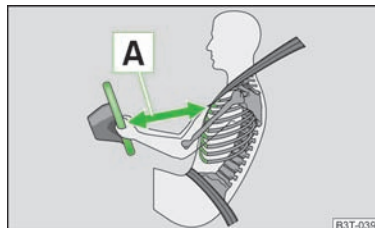

Abb. 141
- Für den Fahrer und Beifahrer ist es wichtig, einen Abstand von mindestens 25 cm zum Lenkrad bzw. zur Schalttafel einzuhalten » Abb. 141 A. Wenn Sie den Mindestabstand nicht einhalten, kann Sie das Airbag-System nicht schützen - Lebensgefahr! Außerdem müssen die Vordersitze und die Kopfstützen immer der Körpergröße entsprechend richtig eingestellt sein.